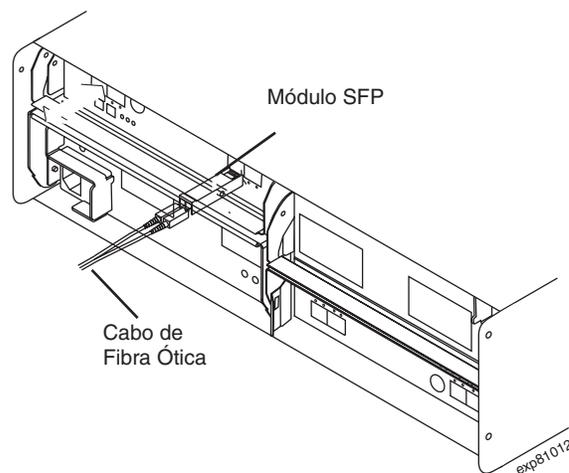

Figura 26. Instalando um Módulo SFP e Conectando um Cabo LC-LC ao EXP5000
3. Instale um módulo SFP na porta SFP, localizada na parte posterior do EXP5000; em seguida, conecte a outra extremidade do cabo LC-LC ao módulo SFP, como mostra a Figura 26.